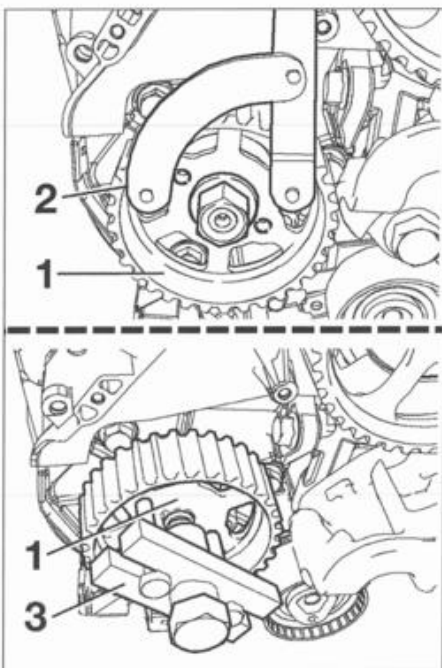

FIG. 26
- Inmovilizar en rotación con un útil apropiado (ref. Ford 205-072) (2), la rueda dentada (1) de la bomba (fig. 26).
- la tuerca de fijación de la polea y extraer la rueda dentada de la bomba con un extractor apropiado (3) (ref. Ford: 205-072) (fig. 26).